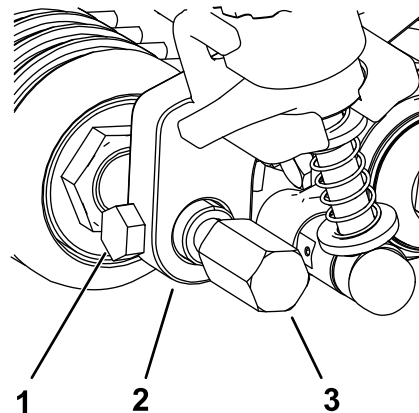

Figure 21
5. Insérez et centrez l'arbre de rouleur avant entre les supports de hauteur de coupe, puis fixez-le à l'aide des 2 vis retirées des anciens supports de hauteur de coupe (Figure 21).
6. Fixez les protections de groomer de chaque côté de l'arbre de rouleur avant (Figure 21).